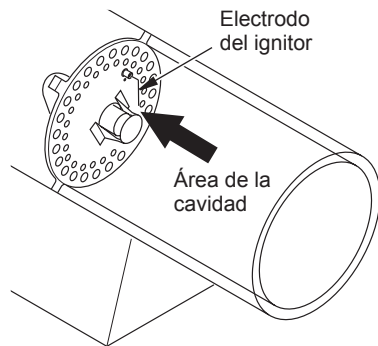

Figura 15. Distancia mínima entre el electrodo del ignitor y la placa de fijación
7. Deje una cavidad de 43,18 cm (17 pulgadas) entre el electrodo del ignitor y la placa de fijación (consulte la figura 15).